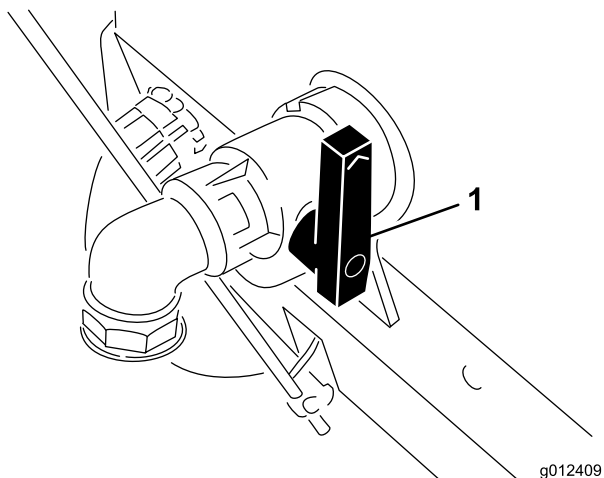

Figura 21
3. Certifique-se de que a alavanca de controlo da tinta está na posição liberta e de que a válvula de drenagem do depósito (Figura 21) está fechada.